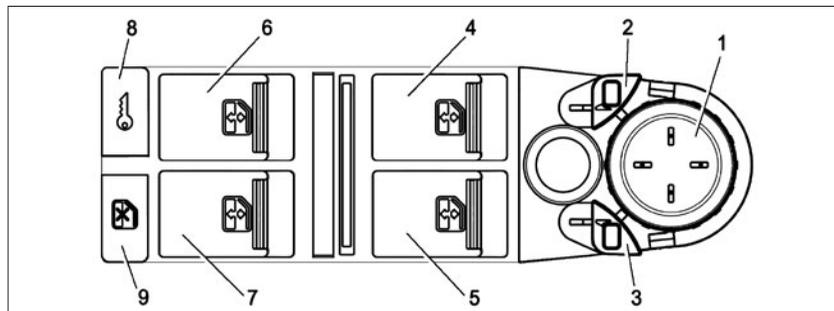

Рис. 11. Модуль двери водителя
**Для управления зеркалами** нужно включить зажигание и нажать соответствующую кнопку выбора зеркала. Кнопку 2 (рис. 11) с символом  **(в варианном исполнении)** символ ), если нужно управ-
лять левым зеркалом, или кнопку 3 (рис. 11) с символом  **(в варианном исполнении)** символ ), если нужно управлять правым зеркалом. При нажатии кнопки символ в ней начнет подсвечиваться оранжевым светом в течение некоторого времени – это означает возможность управления выбранным зеркалом. Если подсветка погасла, значит управление зеркалом прекратилось, при необходимости нажмите кнопку еще раз. После выключения зажигания остается возможность управления зеркалом еще в течение времени около 90 секунд, если ни одна дверь не была открыта. В любом случае управление зеркала-
Управлять положением зеркала нужно при помощи джойстика 1 (рис. 11). Следует добиться необходимого положения зеркала, поочередно нажимая на одну из рисок.